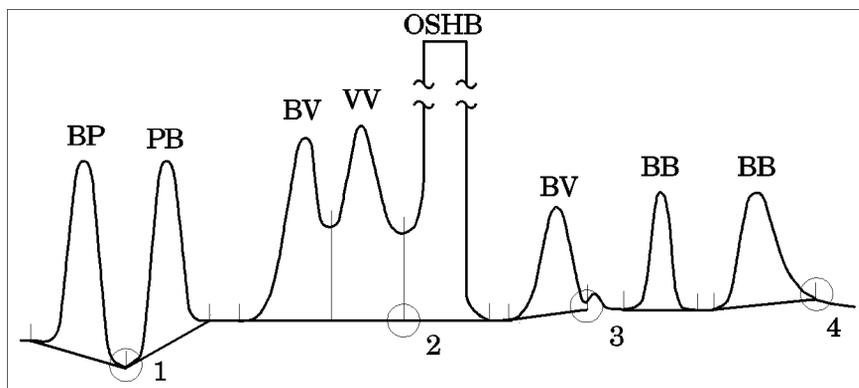

Abbildung 9 Konstruktion einer modifizierten Basislinie
Unter bestimmten Bedingungen modifiziert der Integrator die Basislinie und schließt Punkte durch Anwendung bestimmter Regeln (siehe Abbildung 9) ein.
- Wenn ein Peak die Basislinie schneidet (BP und PB) geht die Basislinie durch den niedrigsten Punkt des Peaks gemäß Punkt 1 in Abbildung 9.
- Wenn ein Lösungsmittelpeak nach Verwendung einer tangentialen Anpassung nicht auf der Basislinie beginnt, wird die Basislinie durch einen Punkt gelegt, der auf einer horizontalen Verlängerung des letzten gefundenen Basislinienpunktes und dem Anfang des Lösungsmittelpeaks liegt, vgl. Punkt 2 in Abbildung 9. Die Buchstaben OSHB bedeuten "Overflow solvent horizontal Baseline" und besagen, dass das Signal den linearen Bereich des Detektors überschritten hat.
- Wenn ein Peak in einem nachfolgenden Tal endet, der folgende Peak aber die Vorgabe des Wertes für “Area Reject” (Mindestfläche) nicht erreicht, wird die Basislinie vom Anfang des Peaks zum nächsten gefundenen Basislinienpunkt gemäß Punkt 3 in Abbildung 9 gezogen. Bei einem Peakstart unter denselben Umständen wird dieselbe Regel angewandt.
- Zur verbesserten Behandlung von Peaks mit Tailing werden die Zeiten registriert, in denen der Peak die Kriterien für Anstieg und Abfall überschreitet, und es wird ein Viertel dieser Zeit am Peakende zu diesem Peak addiert, vgl. Punkt 4 in Abbildung 9 auf Seite 84.